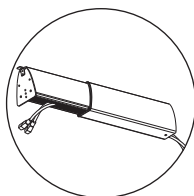
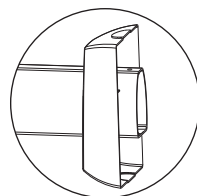
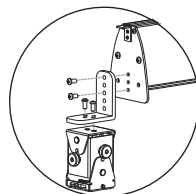

图1
图2
图4
- 首先把线材收纳到安装支杆内, 如图1。然后把底盖套入吊架支杆, 如图2。把后安装板安装到吊架支杆, 紧固螺丝(配件⑤), 如图3。把前安装板安装到吊架副杆的面板上, 再把角度调节器安装到前安装板上, 紧固螺丝(配件⑥), 如图4。